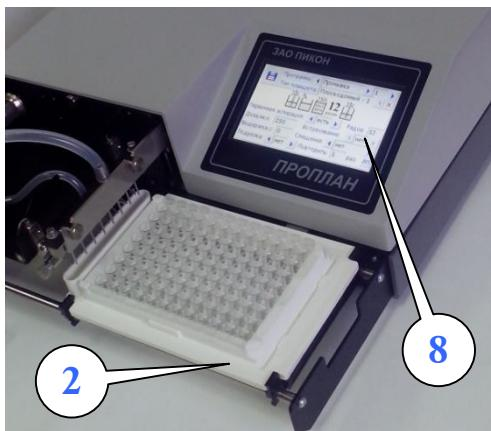

Рис. 1
2. Поддон для планшетов. Съемный с фиксацией в рабочем положении (поз. 2, рис. 1, 6).
5. Панель управления прибором представляет собой цветной экран с сенсорной панелью точ-скрин (поз. 8, рис. 1).